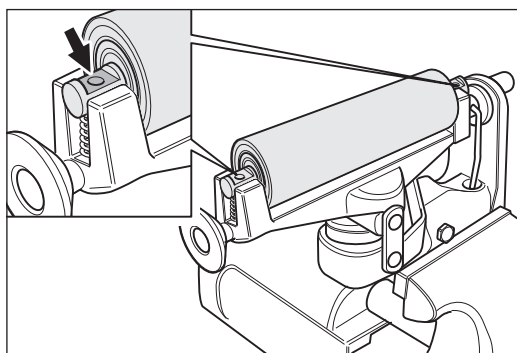

Abb. 83 Die neue Spannwalze einsetzen, wobei die ebenen Flächen an den Wellenenden nach oben zeigen müssen!
- 6 Setzen Sie die Druckfeder und die Spannwalze wieder in das Aggregat ein. Achten Sie darauf, dass die ebenen Flächen an den Wellenenden der Spannwalze nach oben zeigen (Abb. 83)!